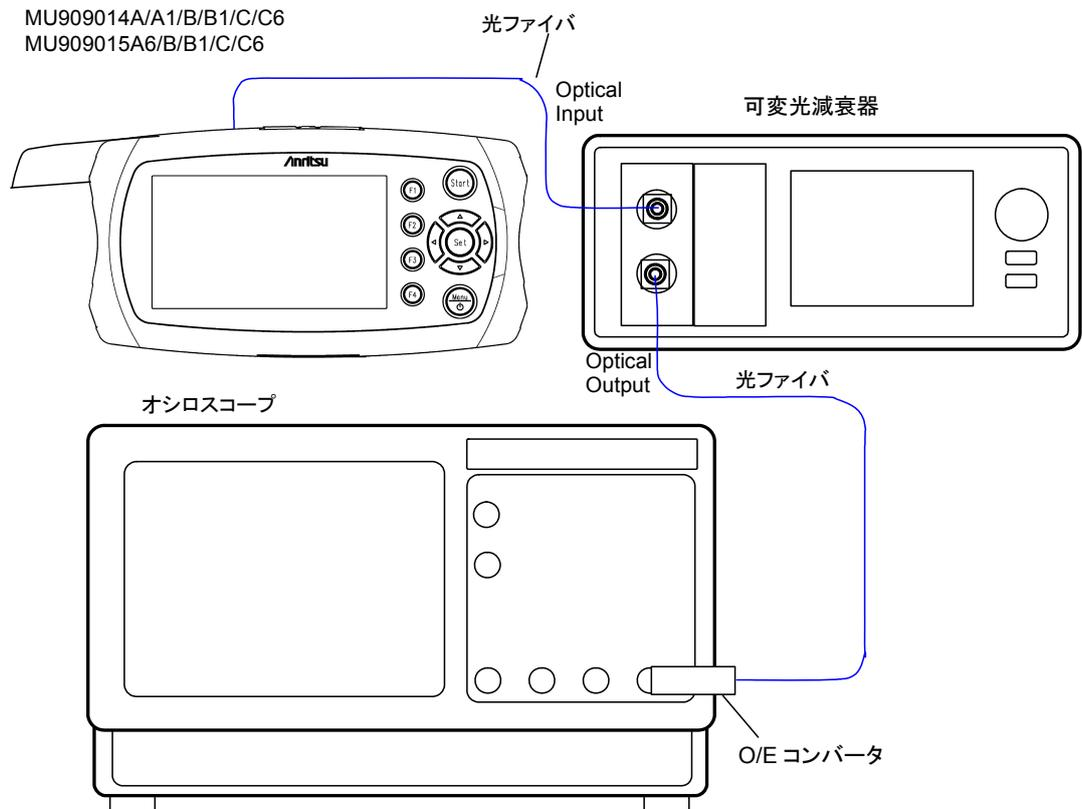

図11.1.3-1 パルス幅測定 of 接続図
1. 本器と、測定器を図11.1.3-1 のとおりに接続します。